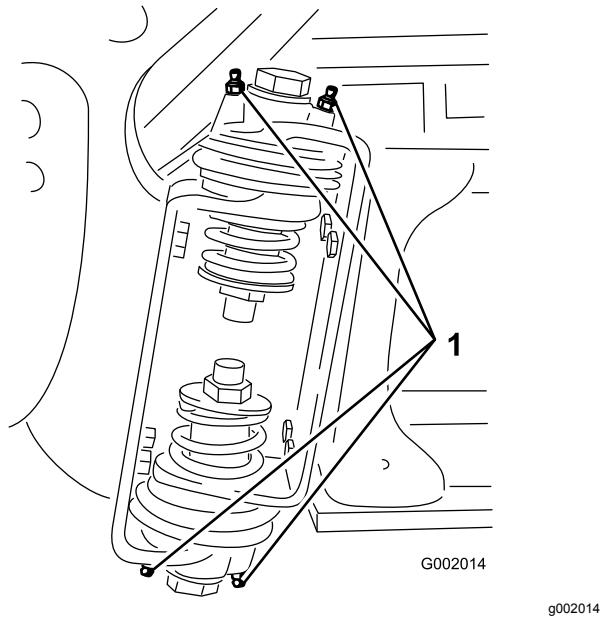

Figure 33
2. Injectez la graisse dans le roulement ou la bague au niveau de chaque graisseur (Figure 33).